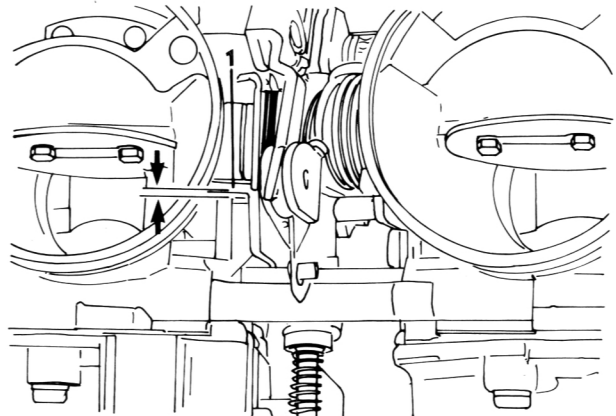

Bild 144
- Bei geschlossenem Drosselventil den Abstand zwischen der Beschleunigerpumpenstange und dem Einstellarm messen (Bild 144). Der vorgeschriebene Abstand beträgt 0 bis 0,04 mm.